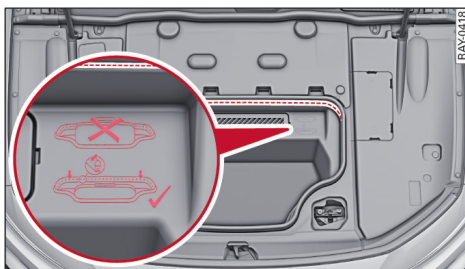

图 50 前舱带储藏箱；载物最高标记
- ▶ 在收纳物体时，请注意储藏箱的载物最高标记 ⇨ 图 50。
- 突出在储藏箱外的物体在发生事故时可能提高行人或骑车人的受伤风险。不要将高度超过标记的物体放置在储藏箱中 ⇨ 图 50。
物体突出储藏箱可能从里面损坏前舱盖。不要将高度超过标记的物体放置在储藏箱中 ⇨ 图 50。